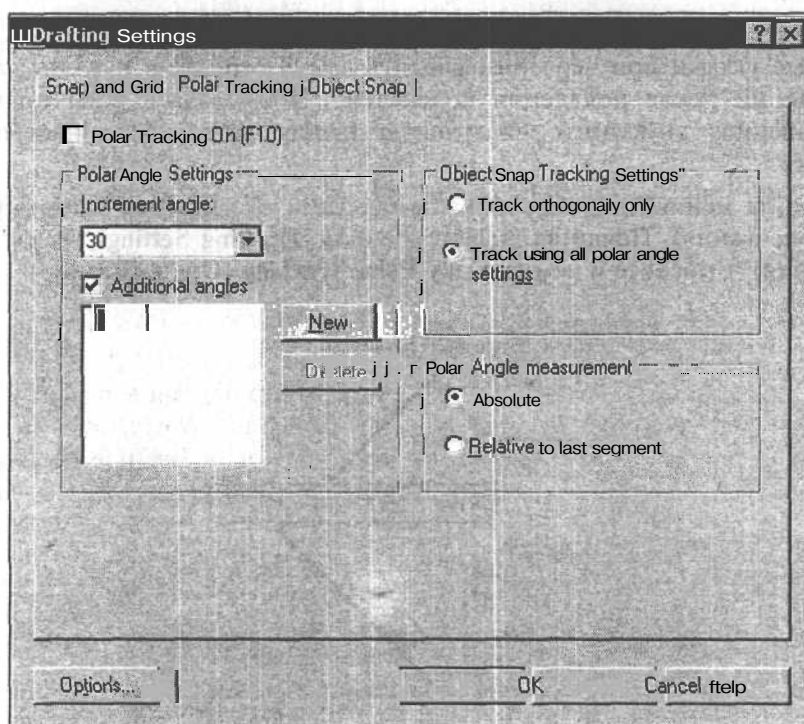

Рис. 14.7. Диалоговое окно настройки опорных полярных углов
2. На этой вкладке установите флажок **Polar Tracking On** (Полярное отслеживание **Вкл**) для активизации режима отслеживания опорных полярных углов (рис. 14.7).